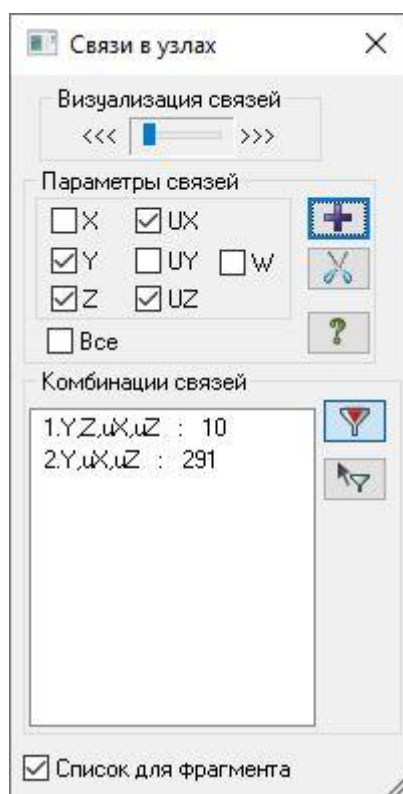

Рис.6.11. Диалоговое окно **Связи в узлах**
- Щелчком по кнопке  – **Связи** (панель **Жесткости и связи** на вкладке **Создание и редактирование**) вызовите диалоговое окно **Связи в узлах** (рис.6.11).